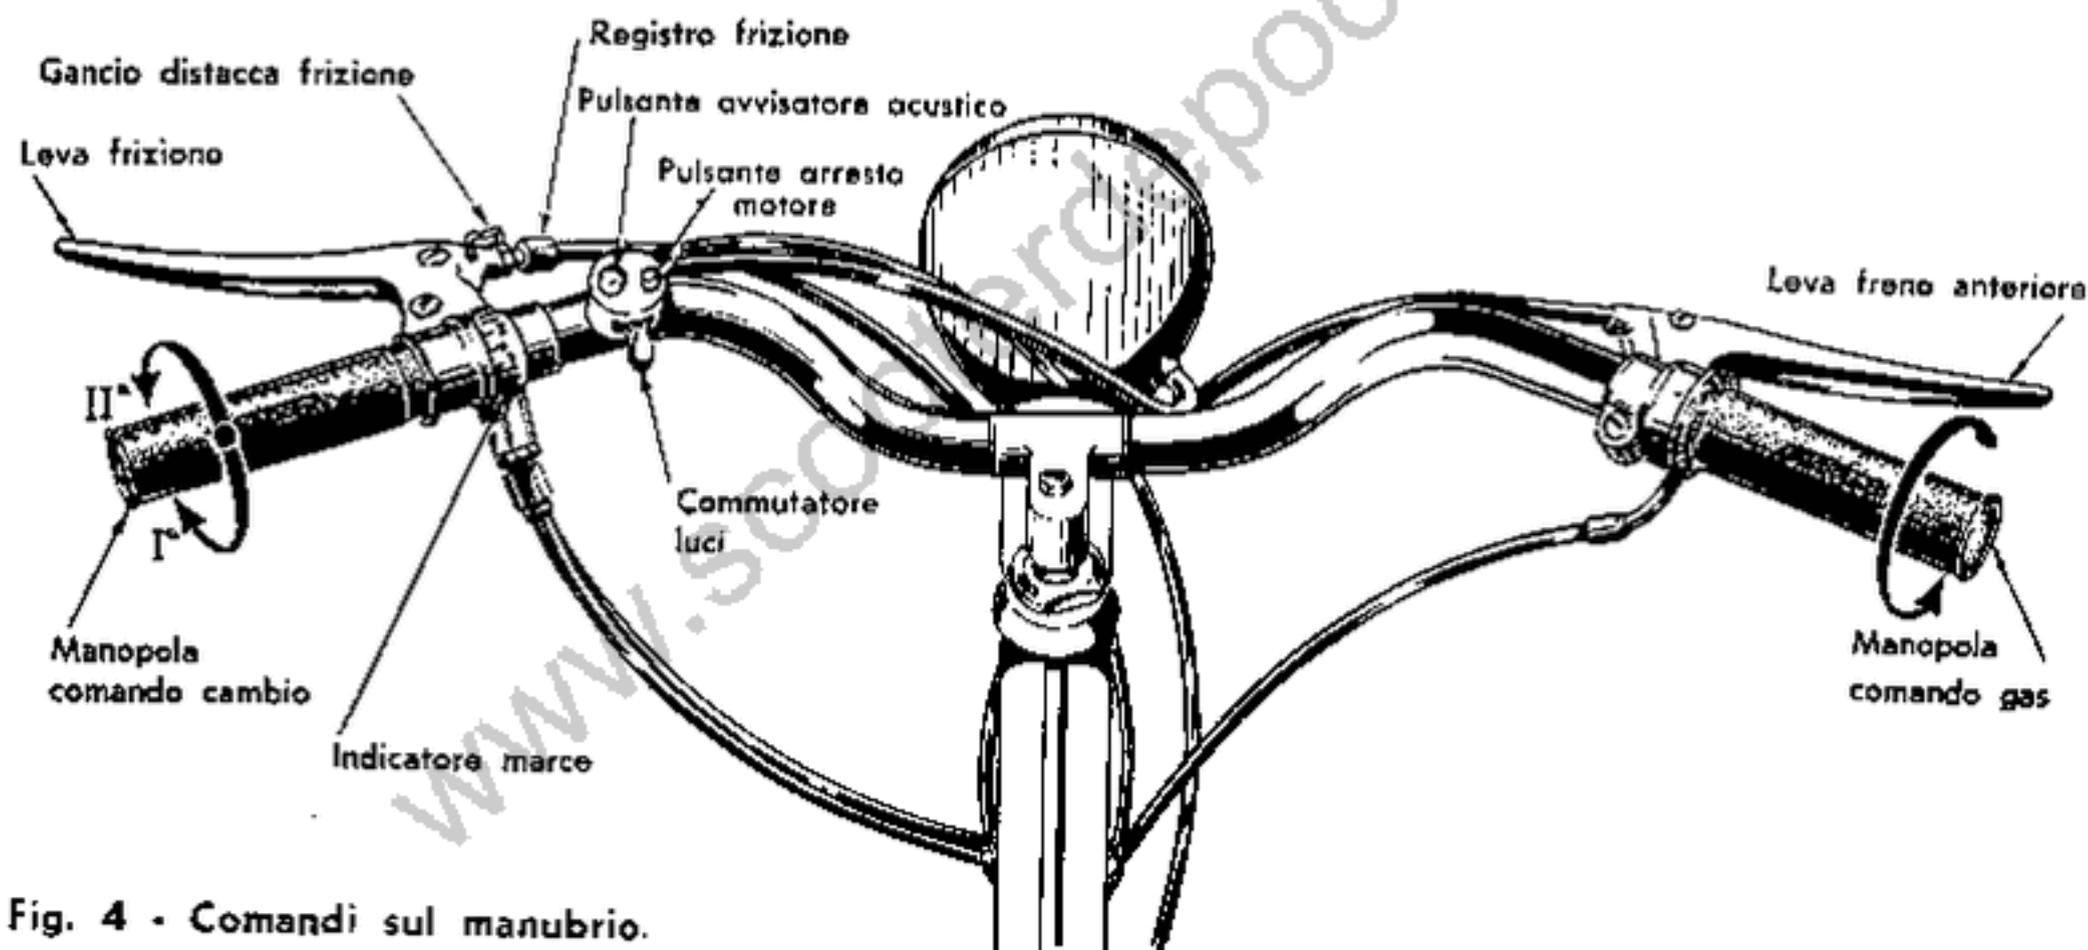

Fig. 4 - Comandi sul manubrio.
Faro anteriore sul manubrio con lampada bifulce 6 V - 15/15W; fanalino sul parafango posteriore con catarifrangente e lampadina 6 V - 3 W. Comando luci con commutatore a levetta sul manubrio a sinistra e pulsante per arresto motore (V. fig. 4). Pulsante per avvisatore acustico abbinato al commutatore. (V. Schema Impianto Elettrico).
Comandi sul manubrio (v. fig. 4)
- Aprire leggermente il comando del gas, girando di 1/4 di giro verso l'indietro la manopola destra sul manubrio (v. fig. 4).